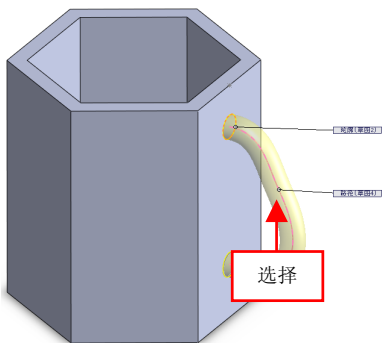

图 5-14 选择路径对象
(4) 在绘图区中，选择草图 4 对象为路径对象，如图 5-14 所示。